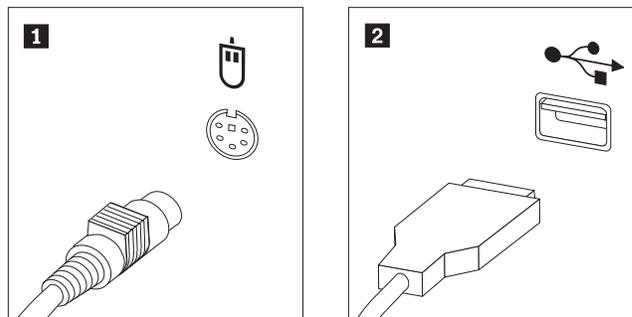

図 30. マウスの交換
3. マウスのコネクターの位置を確認します。 図 30と、5 ページの『コンピューター前面のコントロールおよびコネクターの位置』または 6 ページの『コンピューター背面のコネクターの位置』を参照してください。